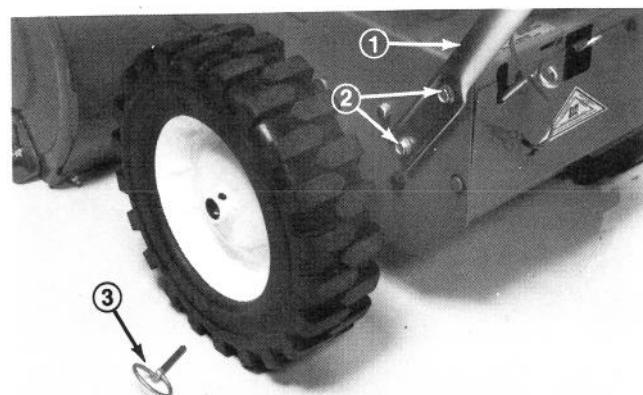

Abb. 1
3. Linker Griffholm gegen die Seite der Schneefräse halten, die Montierlöcher des Griffes mit den Löchern auf der Seitenplatte zur Deckung bringen und mit zwei Bundschrauben befestigen (Abb. 1).